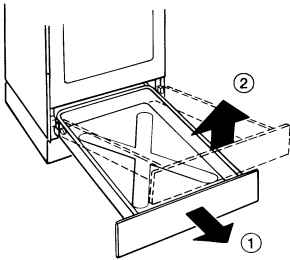

fig. 15: Opberglade verwijderen
- Trek de opberglade tot aan de aanslag uit het fornuis in de richting 1 (zie fig. 15).